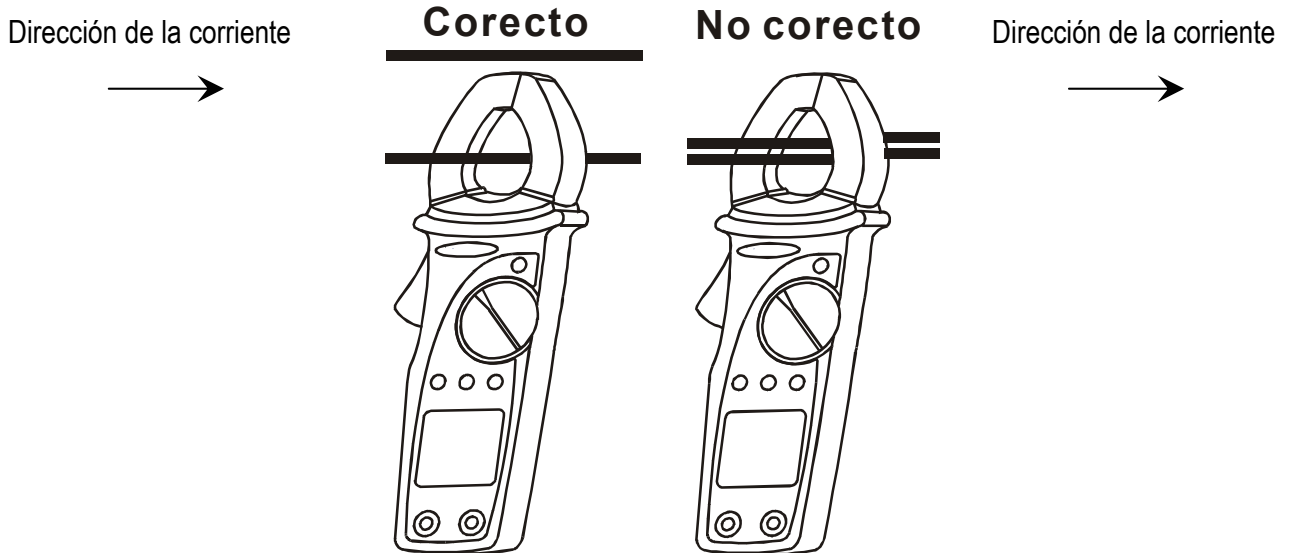

Fig. 7: Uso de la pinza en medidas de corriente CC
3. Abra las pinzas y abrace el cable en el centro (ref. Párrafo 4.1.2) del mismo, considerando la modalidad de inserción comentada en Fig. 7.